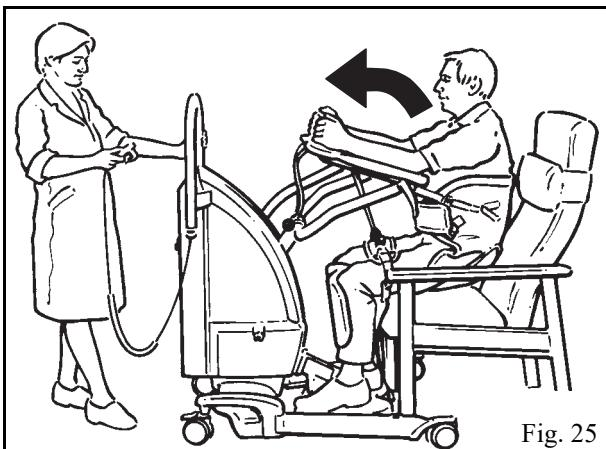

Fig. 25
7. Accione el botón del mando a distancia o del panel de control doble y siga elevando hasta que cada correa de sujeción esté tensada y la espalda del paciente quede apenas separada del sillón, y luego detenga la grúa (véase la fig. 25).